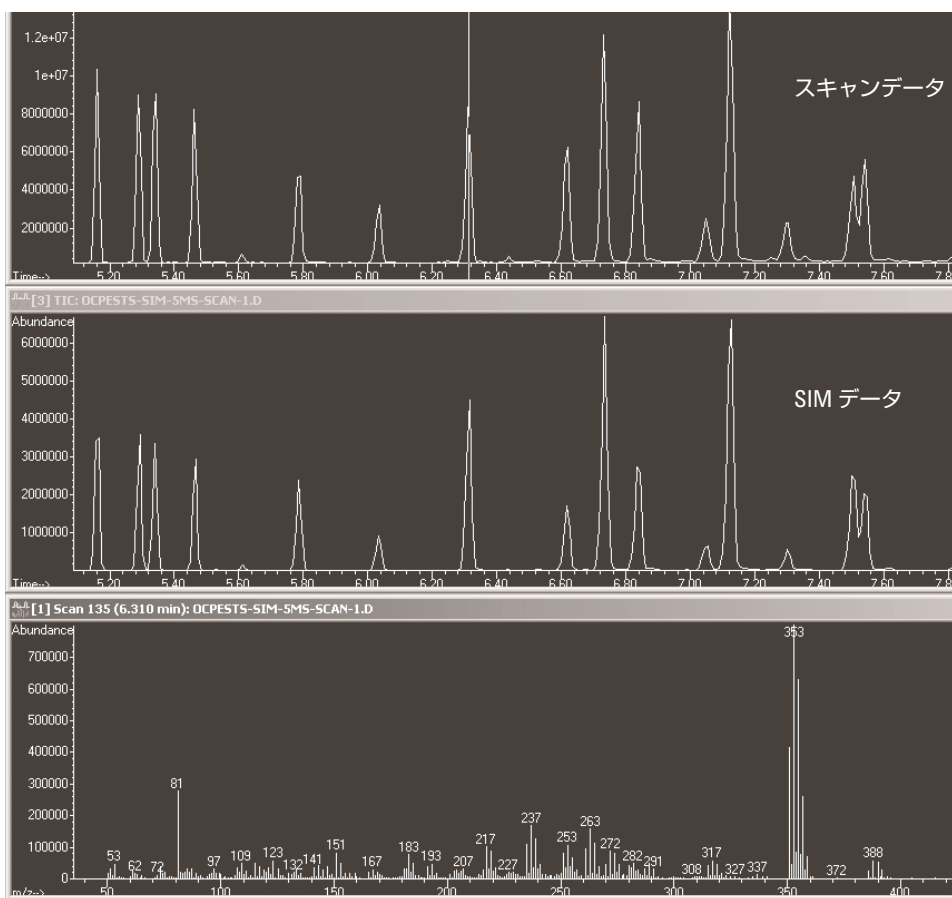

図 2. SIM/Scan データ
図 2 には SIM/Scan データファイルが示されています。上のウィンドウ (2) にはスキャンデータ、そのすぐ下のウィンドウには SIM データが含まれています。メニューアイテムのファイル/シグナルの選択によっていずれかのシグナルを別々にロードすることができます。スキャンデータのウィンドウでは、カーソルによってスペクトル